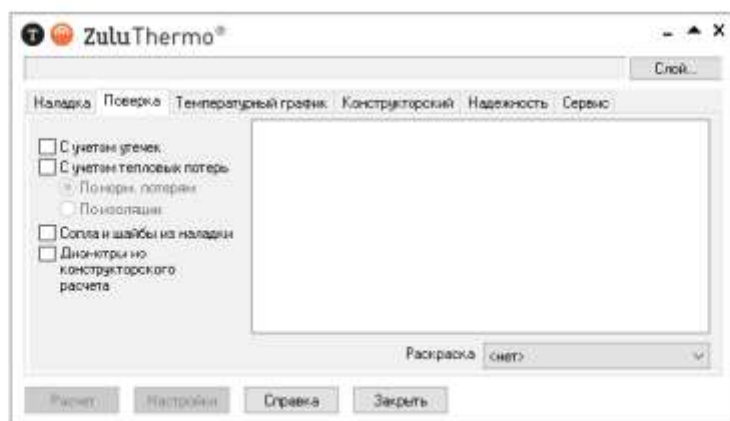

Рисунок 19.6. Окно теплогидравлических расчетов ZuluThermo
1. Выберите команду главного меню **Задачи|Zulu Thermo** или нажмите кнопку **☰** панели инструментов. На экране появится окно теплогидравлических расчетов (Рисунок 19.6. «Окно теплогидравлических расчетов ZuluThermo»).